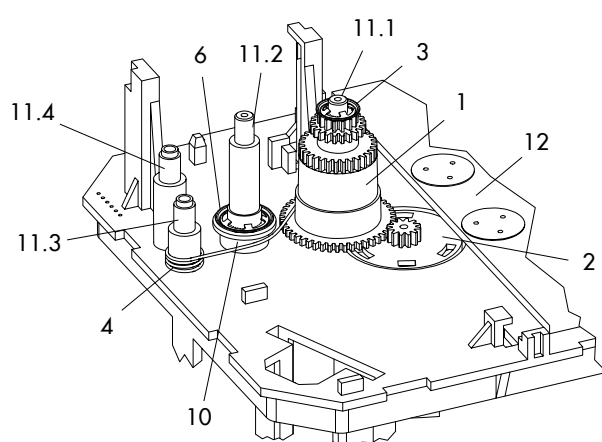

Bild 26: Innenansicht Typ 3374 ohne Grenzkontakte
- Antriebe ohne Grenzkontakte: Vgl. Bild 26.
Wenn der Antrieb nicht mit Grenzkontakten ausgestattet ist, wird ein zusätzlicher Nachrüstsatz benötigt (vgl. Bild 26).